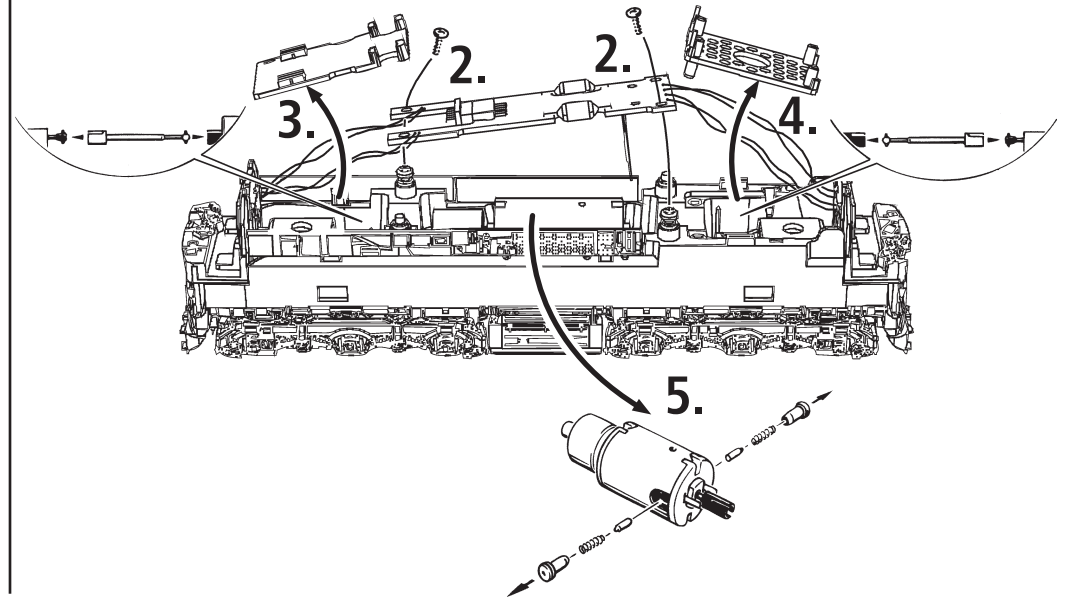

Fig. 1
| Fig. 1 – 5 .....  | 6 + 7 |
**Auspacken des Modells:** Das Modell vorsichtig mit der Folie aus der Packung herausziehen (Fig. 1).
**Unwrap model:** Take out the model cautiously with foil (fig. 1).
**Déballage du modèle:** Veuillez sortir la locomotive de son emballage avec précaution et à l'aide du film transparent (fig. 1).